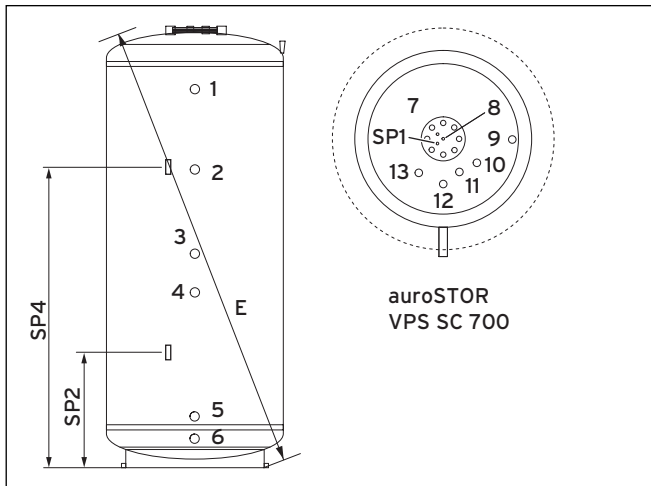

Fig. 4.2 Misura di ribaltamento per il montaggio e misura di raccordo del bollitore combinato auroSTOR VPS SC 700
- Montare la tubazione per il collegamento dell'acqua fredda (**13**, fig. 4.2) con i necessari dispositivi di sicurezza.
- Montare la tubazione per il collegamento della mandata del riscaldamento ausiliario acqua calda (**10**, fig. 4.2).
- Montare la tubazione per il collegamento dell'acqua calda (**11**, fig. 4.2).
- Montare eventualmente la tubazione di ricircolo sull'apposito raccordo (**12**, fig. 4.2).